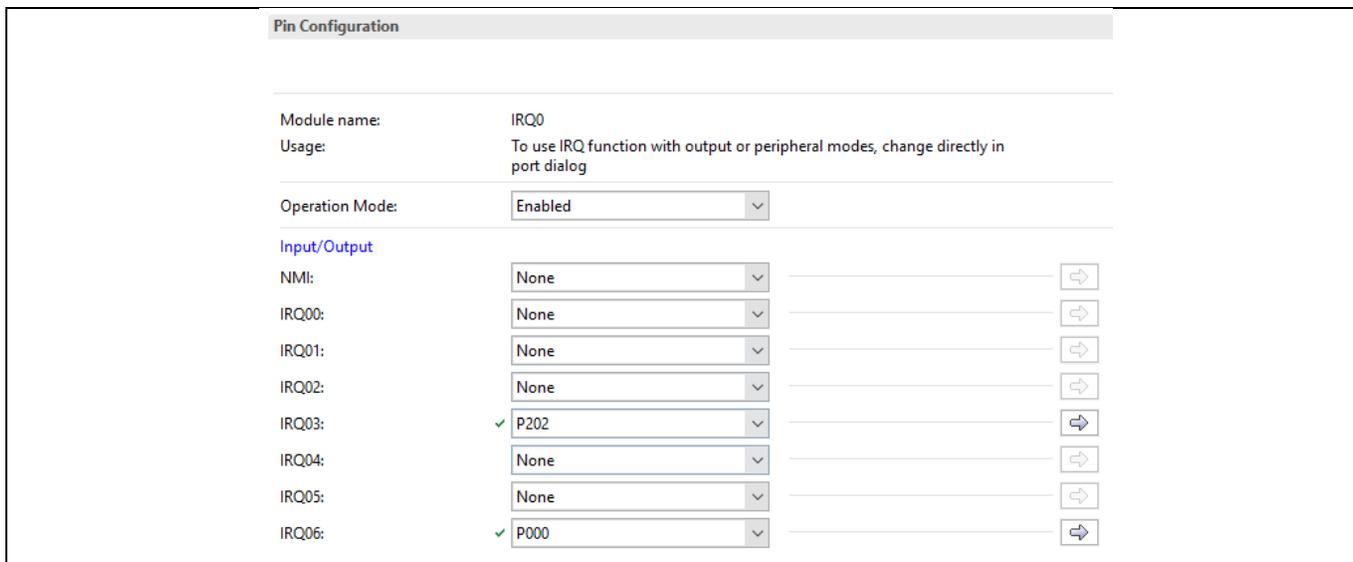
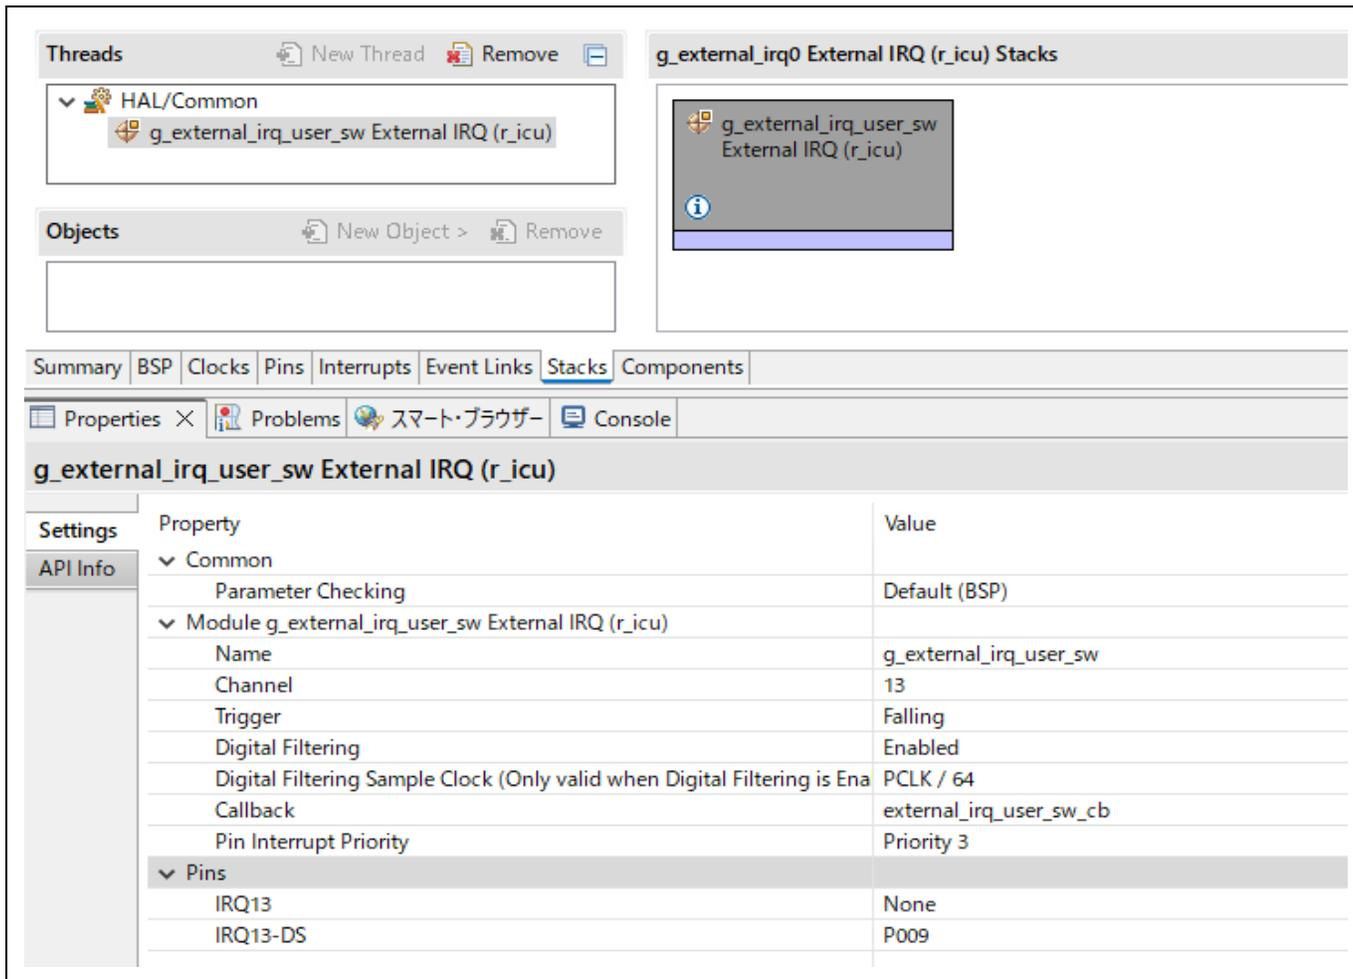

図 29 ルネサス FSP 端子コンフィギュレータを使用して、P202、P000 をそれぞれ IRQ03、IRQ06 入力として有効にする例
図 30 ルネサス FSP コンフィギュレータを使用した IRQ13 の設定例
- 図 29 と図 30 は、ルネサス FSP を使用して IRQ 端子を有効にして設定する例を示しています。